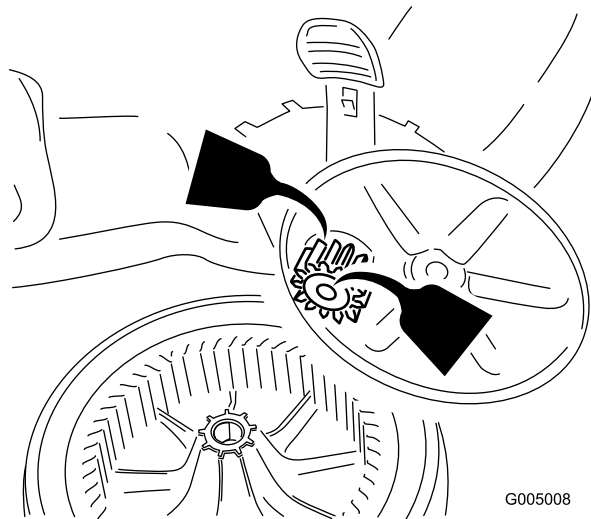

Figure 24
2. Appliquez une couche d'huile de graissage à l'intérieur et à l'extérieur des engrenages, de la manière indiquée (Figure 24).